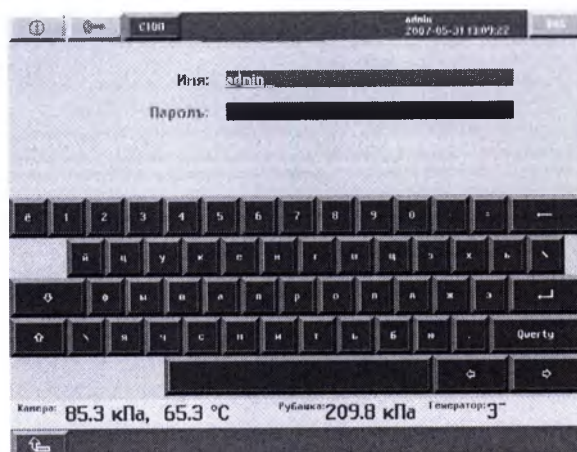

Рисунок 14. Введите код для прерывания программы
- Введите код для прерывания программы и подтвердите его нажатием кнопки «Ввод» рисунок 14.